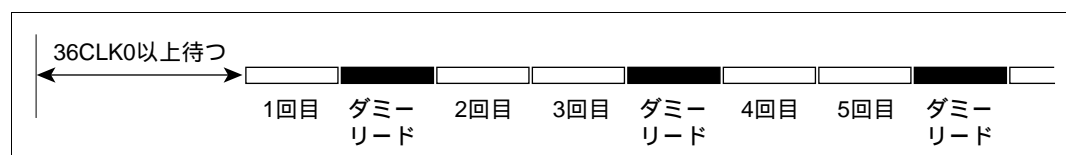

図 6.3 1 ライン当たりのデータの転送手順
- (1) YUV モード = 10 ( YUV-RGB 変換 ) を使用するとき、CPU アクセスでデータ転送を連続して行う場合は、各ラスタの最後のデータを転送する直前で、36CLK0 以上の時間を空ける処置を行ってください。
- (2) YUV モード = 01 ( YUV-RGB 変換 ) を使用するとき、CPU アクセスでデータ転送を連続して行う場合は、ラインの先頭で 36CLK0 以上の時間を空け、その後、データを画像データエントリレジスタに設定する時に、奇数回目のデータを設定した後にのみ、Q2 のレジスタのステータスレジスタをダミーリードしてください。図 6.3 に 1 ライン当たりの転送手順を示します。